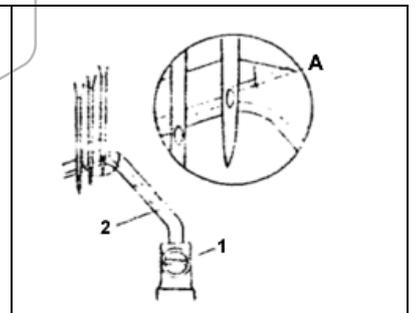

Fig. 34
Quando a agulha esta abaixo do topo, na sua posição mais baixa, a linha (A) do protetor da agulha deve estar localizada 1/3 abaixo do topo do olho da agulha direita (fig. 34).